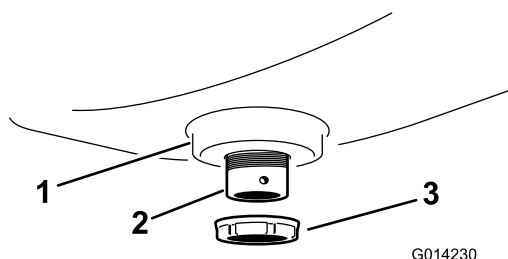

Рисунок 4
- Закрепите переходной штуцер на промывочном баке с помощью пластиковой фланцевой гайки (Рисунок 4).